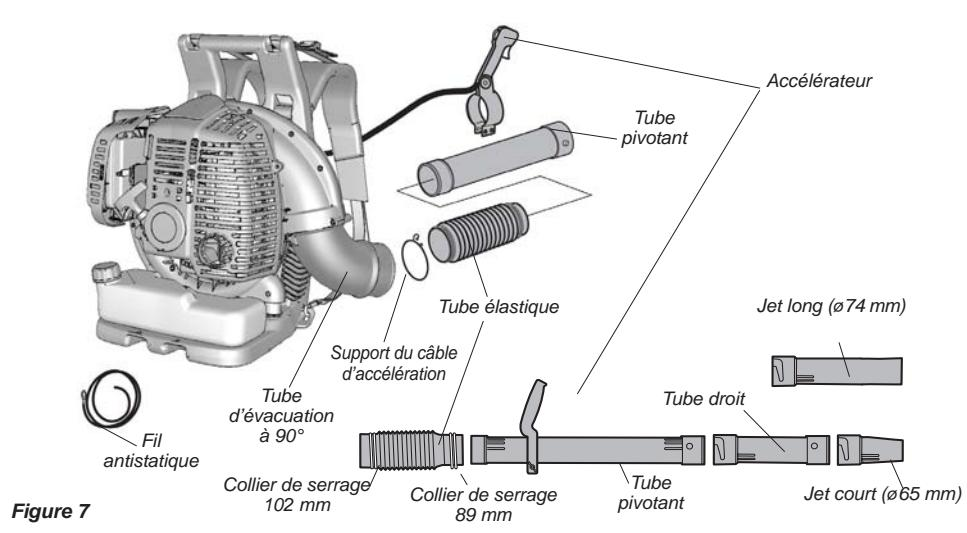

Figure 7
- Déposer le souffleur verticalement sur le sol ou un plan de travail solide et noter l'orientation des pièces conformément à Figure 7.